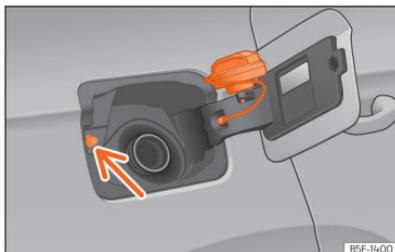

Fig. 205 Tampa do depósito com o tampão encaixado.
- Coloque-a no espaço existente na dobradiça da tampa aberta »» Fig. 205.
Evite tocar no botão de bloqueio da tampa de combustível »» Fig. 205 [seta]. O sistema entenderá que acabou e não poderá continuar a abastecer. Volte a pressionar o botão B da porta do condutor para continuar.